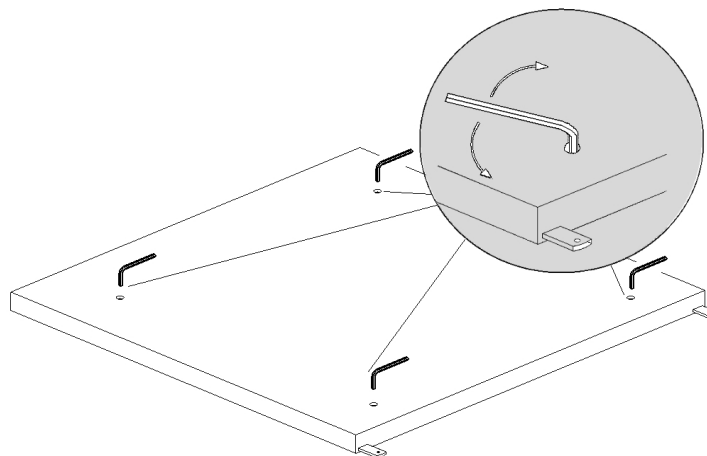

Abb. 2
- Stellen Sie die **Bodenplatte** auf eine gerade Unterfläche (Abb. 2)